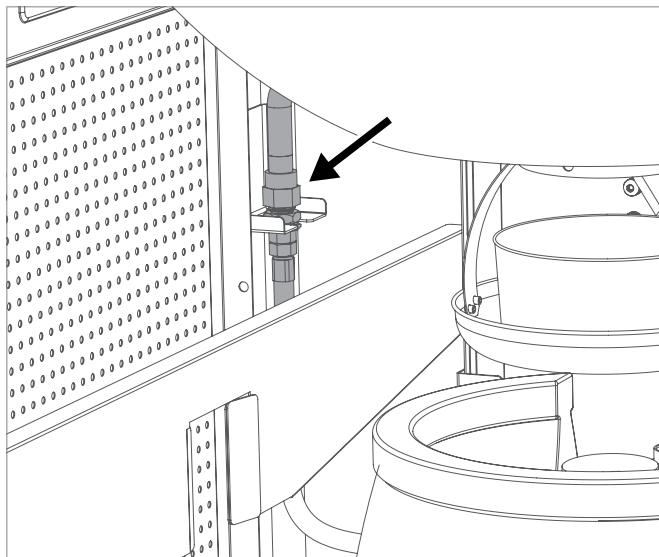

Fig. 2A
2. Abra a alimentação de gás na botija e, utilizando uma solução saponácea constituída por 50 % de sabão líquido e 50 % de água, pincelar todas as peças condutoras de gás (a ligação na botija de gás/o regulador da pressão de gás/o tubo de gás/a entrada de gás/a ligação na válvula). Também é possível utilizar um spray detetor de fugas. (**veja as figs. 2A e 2B**)